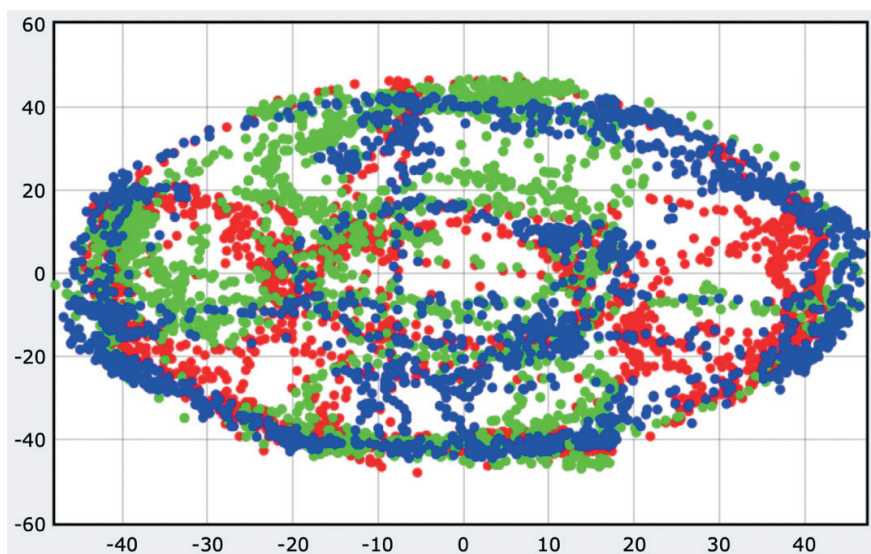

Рис. 16.14. Данные откалиброванного магнитометра
- Загрузите файлы в память робота и повторно запустите файл `magnetometer_caulibration.py`. Чтобы охватить множество точек в разных ориентациях, начните вращать робота и перемещать его по «восьмерке». После сбора данных вы увидите кластеры, которые накладываются друг на друга, как на рис. 16.14.
На рис. 16.14 показаны наложенные друг на друга кластеры. Поздравляю, вы откалибровали магнитометр!